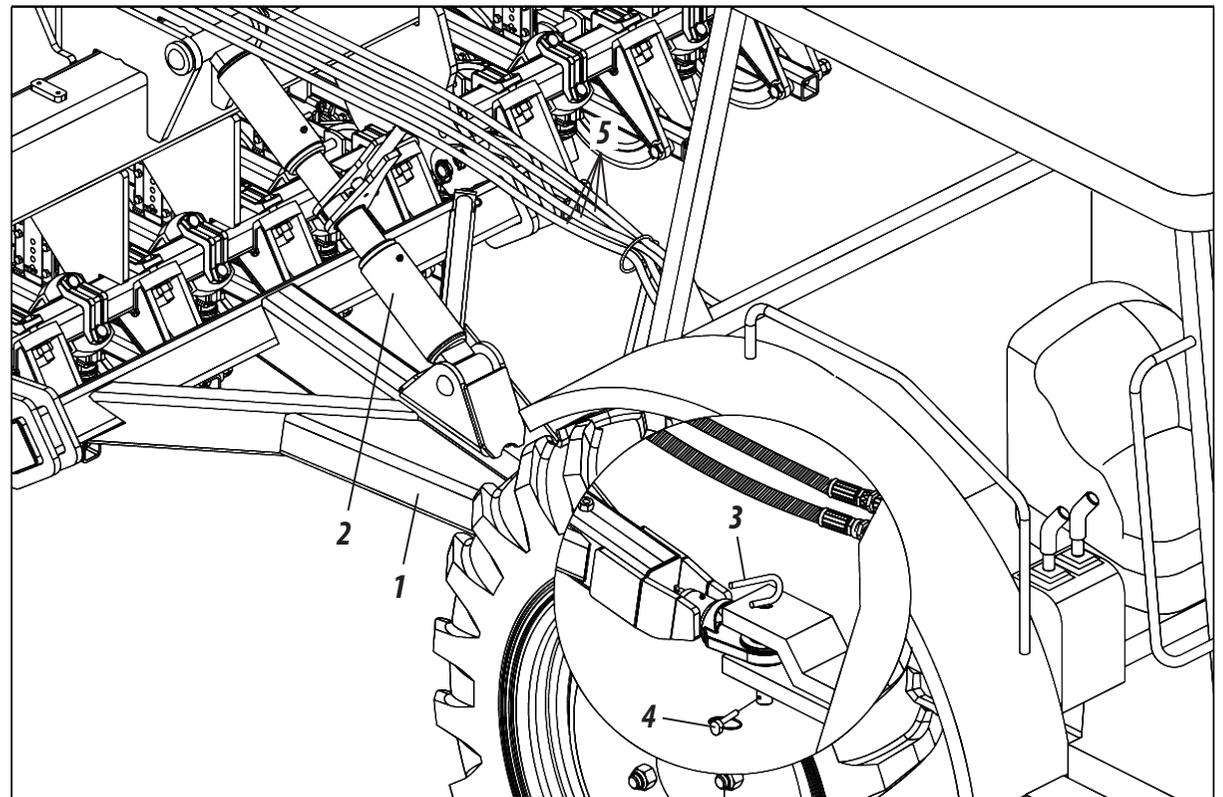

Figura 17
ACOPLAMIENTO AL TRACTOR (FIGURA 17)
- 2- Luego, nivele el cabezal de enganche (1) de la sembradora en relación a la barra de tiro del tractor a través del regulador (2). A continuación, aproxime cuidadosamente el tractor marcha atrás a la sembradora, prestando atención al uso de los frenos.
- 3- Acople el cabezal de enganche (1) al tractor, fijándolo a través del perno de acoplamiento (3) y pestillo (4).
- 4- Posteriormente, conecte el resto de las mangueras (5) en el acople rápido del tractor, **como se muestra en la figura 17.**